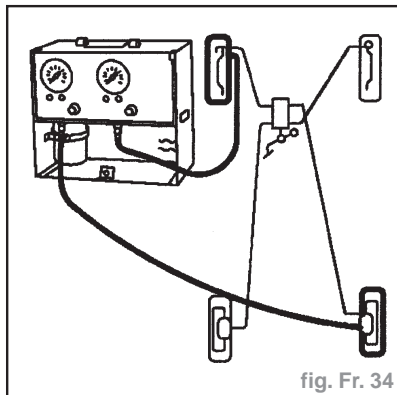

fig. Fr. 34
- Pour contrôler le compensateur arrière côté droit (fig. Fr. 34).